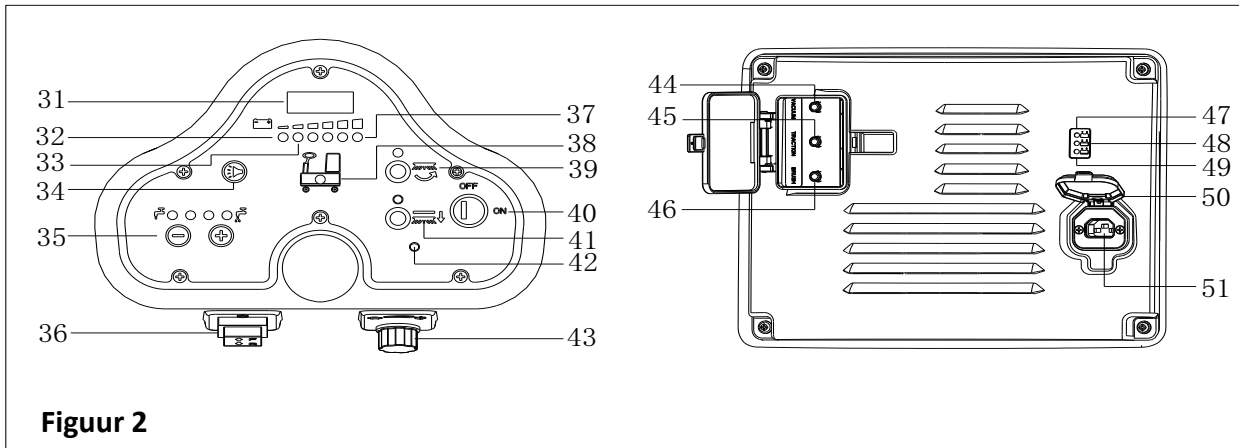

**Figuur 1**
**MACHINESTRUCTUUR (zoals weergegeven in Figuur 1)**